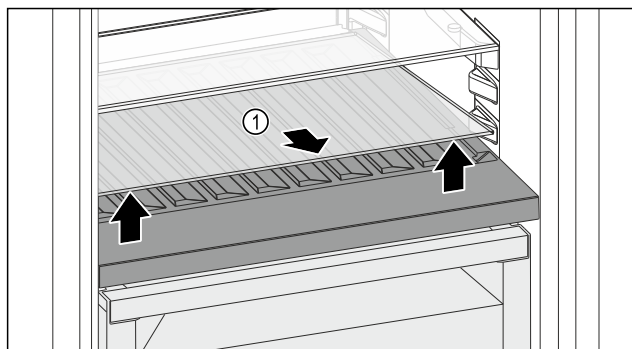

Fig. 214
- Sollevare il ripiano di vetro Fig. 214 (1) dall'incavo anteriore e rimuoverlo.
- Conservare il ripiano di vetro Fig. 214 (1) fuori dall'apparecchio in un luogo sicuro.
- Inserire il ripiano di vetro (2) sotto il vano bottiglie variabile.